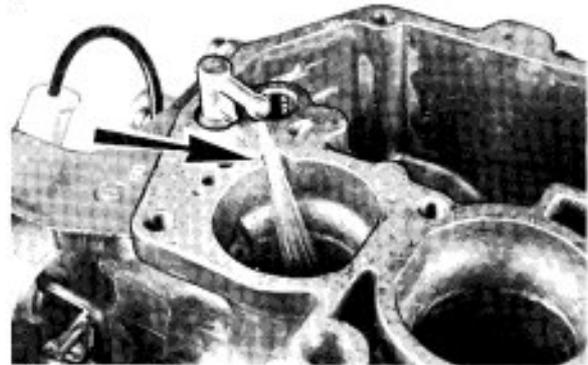

Bild 24
3.1 Einspritzrichtung (Bild 24)